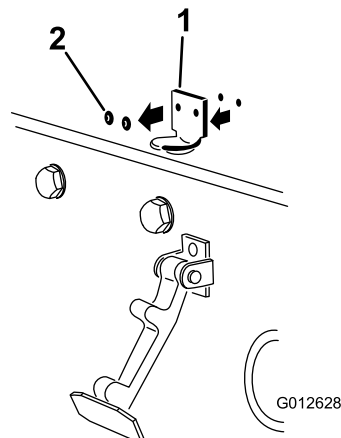

図 3
2. フードラッチブラケットをフードに固定しているリベット2本を外す 図 3。フードからフードラッチブラケットを取り外す。